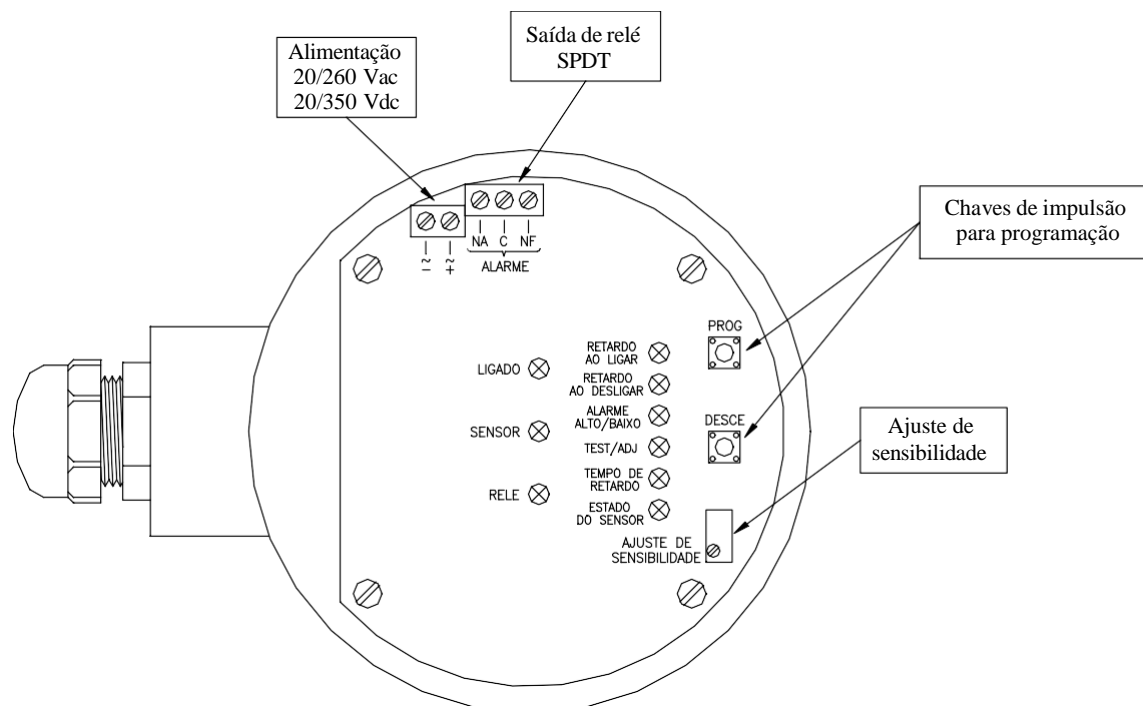

Figura 1
A placa eletrônica possui dois bornes devidamente identificados para conexão da alimentação elétrica da chave, podendo ser alimentado com 20/260vac ou 20/360vdc (segundo a indicação da polaridade simbolizada na placa), **figura 1**.
A placa eletrônica possui uma saída à relê (SPDT), a qual pode ser utilizada para comando, com a corrente máxima permissível de 1 A para chaveamento AC (carga resistiva), **figura 1**.
- O relê de saída está ativado (**figura 1**)
A placa eletrônica tem duas chaves de impulsão (**PROG**) (**DESCE**) para programação (**figura 1**).